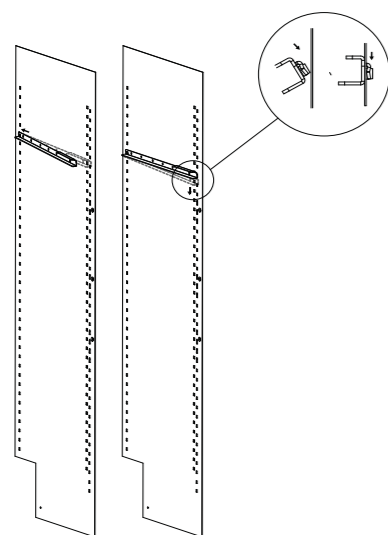
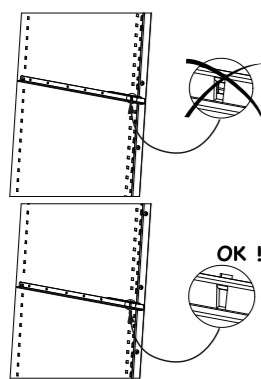

Abbildung 1
Abbildung 2
1. Schieben Sie 2 Führungsschienen in die hierfür vorgesehenen Führungseisen. Platzieren Sie für jedes Regal eine Schiene rechts und eine Schiene links (siehe Abbildung 1). Achten Sie darauf, die Schienen an der richtigen Stelle einzuschieben (siehe Abbildung 2).